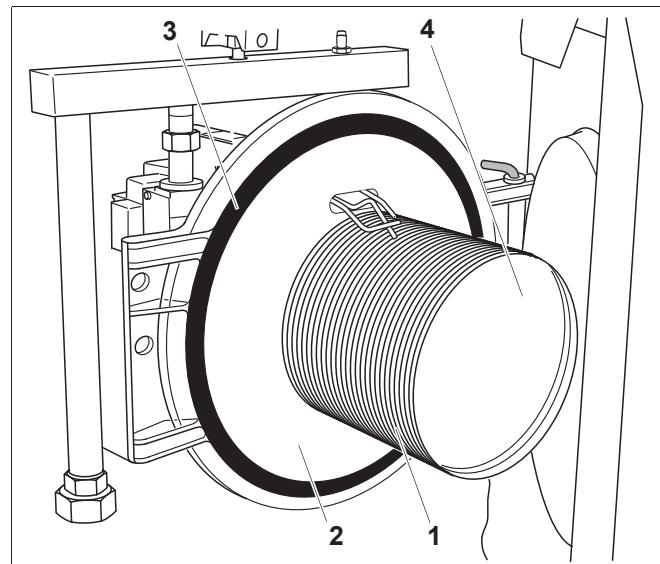

Рис. 27 Проверка горелки
- Проверьте наличие повреждений тканевой поверхности (рис. 27, **поз. 1**) стержня горелки.
- Проверьте наличие трещин на шве листа и сварном шве (рис. 27, **поз. 4**).
- Проверьте наличие грубых повреждений теплоизоляции (рис. 27, **поз. 2**) (трещины, изломы).
- Проверьте проницаемость, пористость и наличие других повреждений уплотнения (рис. 27, **поз. 3**) дверцы горелки.